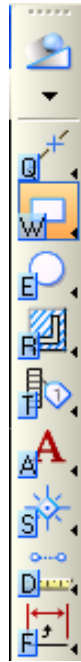

Figura 1.5: Paleta de Herramientas.
- **Paletas de herramientas:** Figura 1.5 Es la ventana que nos va a permitir realizar nuestros diseños, dentro de una paleta pueden haber sub-paletas.